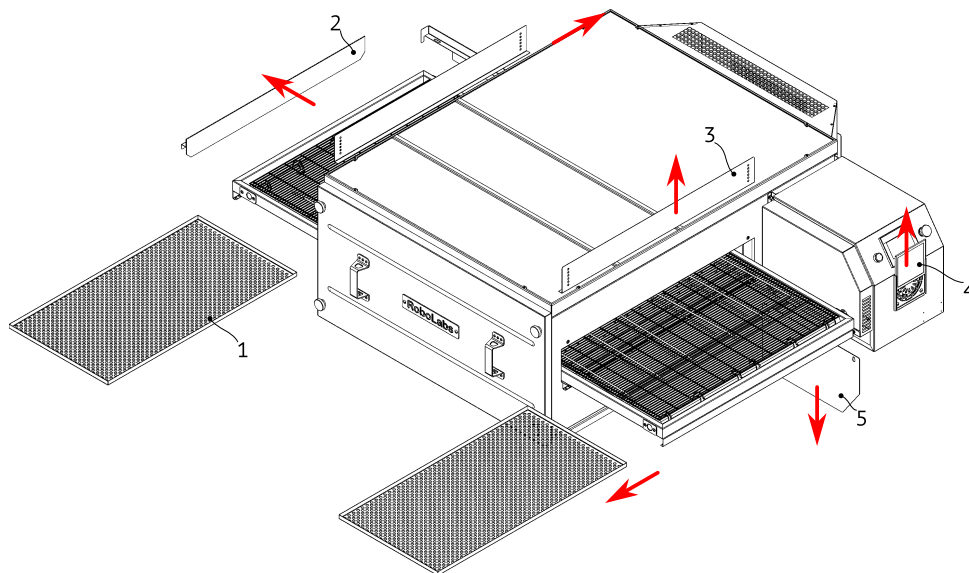

Рисунок 9
1. Снимите фильтр воздушный (4), экран тепловой (5), поддоны (1), ограничители (2), и задвижки (3), см Рис. 9.